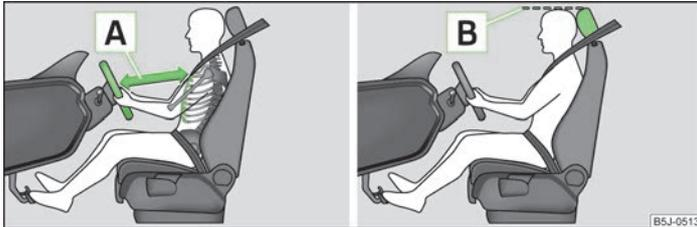

Abb. 93 Der richtige Abstand des Fahrers zum Lenkrad / Die richtige Kopfstützeinstellung
- Das Lenkrad so einstellen, dass der Abstand **[A]** » Abb. 93 zwischen Lenkrad und Brustbein mindestens 25 cm beträgt.
- Die Kopfstütze so einstellen, dass die Oberkante **[B]** » Abb. 93 auf Seite 104 » Seite 104 der Kopfstütze sich möglichst auf einer Höhe mit dem oberen Teil Ihres Kopfes befindet.
- Die Kopfstütze so einstellen, dass die Oberkante **[B]** » Abb. 93 auf Seite 104 » Seite 104 der Kopfstütze sich möglichst auf einer Höhe mit dem oberen Teil des Kopfes befindet.